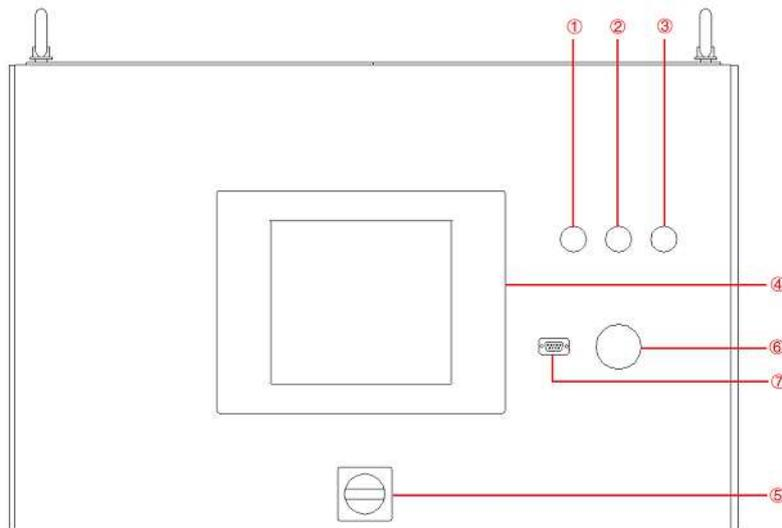
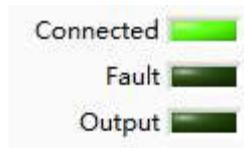

图 3-4 前面板
图 3-5 触摸屏软件指示灯
ESA 系列提供 GUI 软件，安装在使用 windows 操作系统的前触摸屏上（该软件还可以安装在连接电源的控制 PC 机上）。电源初始化几秒钟后，控制单元和触摸屏工作，设备进入待机状态，若电源通讯连接正常，设备白色指示灯（图 3-4①）常亮，触摸屏软件界面“Connect”指示灯显示为绿色（图 3-5）。